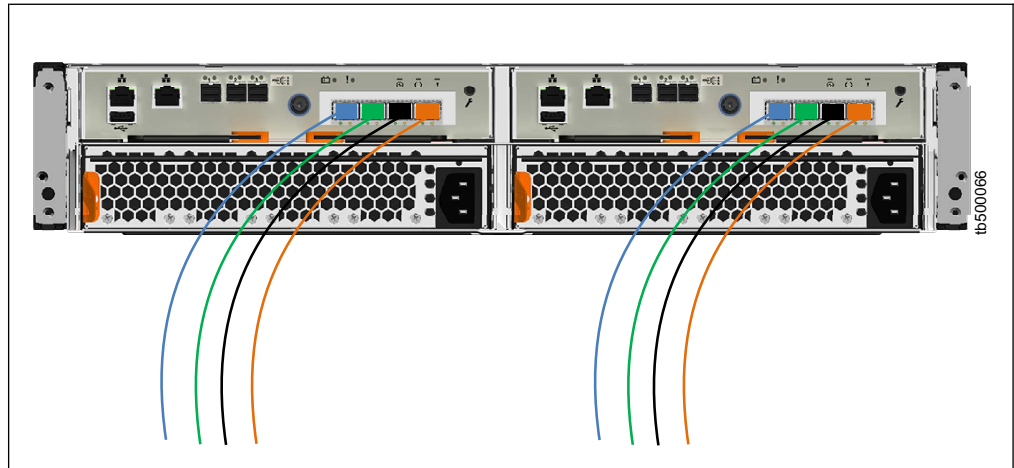

図 118. キャニスターごとに 4 本のファイバー・チャンネル・ケーブルが接続された Storwize V5020 構成例
2. 追加のファイバー・チャンネル・ケーブルを接続する場合は、必ず各キャニスターに同数のケーブルを接続してください。151 ページの図 118 は、各キャニスターに 4 本のファイバー・チャンネル・ケーブルが接続されている Storwize V5020 構成例を示します。